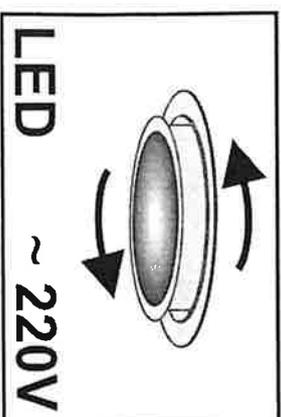

Fig.7
7.10 Sur la hotte sont établis les LED de la surbrillance de la zone ouvrière du fourneau. Avant le remplacement des lampes de l'éclairage il est nécessaire de débrancher la hotte du réseau électrique, donner la possibilité de se refroidir aux lampes. Pour le remplacement de la lampe il est nécessaire de déposer les filtres d'aluminium, presser la teneur de la douille de manière à la lampe est sortie du corps de la hotte et la tourner dans le sens horaires (fig. 7). Au lieu d'elle il est nécessaire d'établir la nouvelle avec les mêmes caractéristiques et établir les filtres.